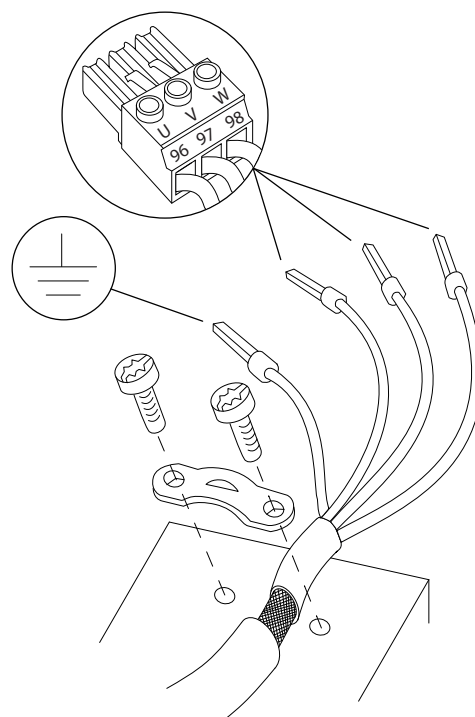

Bild 4.4 Motoranslutning
3. Anslut jordningsledningen till närmaste jordningsplint, i enlighet med jordningsinstruktionerna i *kapitel 4.3 Jordning*, se *Bild 4.4*.
4. Anslut trefasmotorkablaset till plint 96 (U), 97 (V) och 98 (W), se *Bild 4.4*.